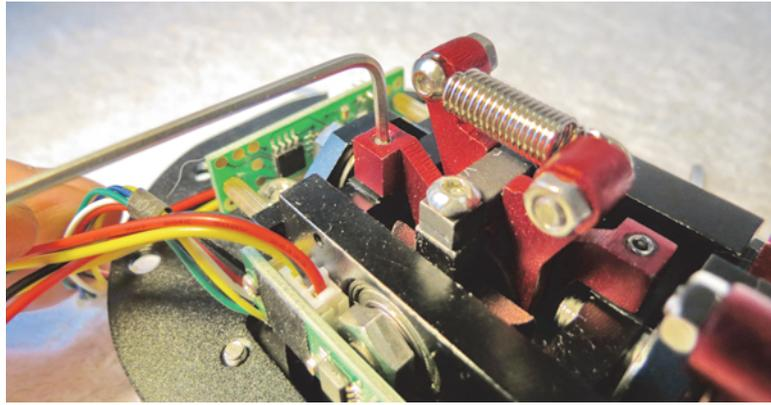

Рис. 2.6.
2. Коротким коленом шестигранника, входящего в комплект поставки Ш , выкрутите контрольный винт (рис. 2.6), фиксирующий регулировочный винт (на рисунке не виден).